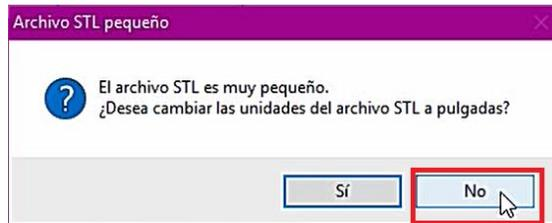

Figura 2.10 Ventana emergente.
- Al abrirse una ventana indicando que la pieza es muy pequeña, dar click en **No** (Figura 2.10).